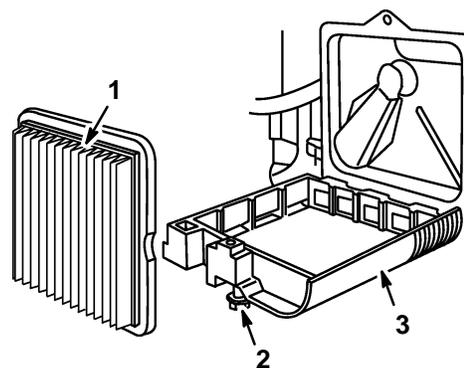

Figure 15
2. Dévisser la vis de fermeture du couvercle du filtre à air. Soulever le couvercle du filtre à air et le nettoyer soigneusement (Fig. 15).